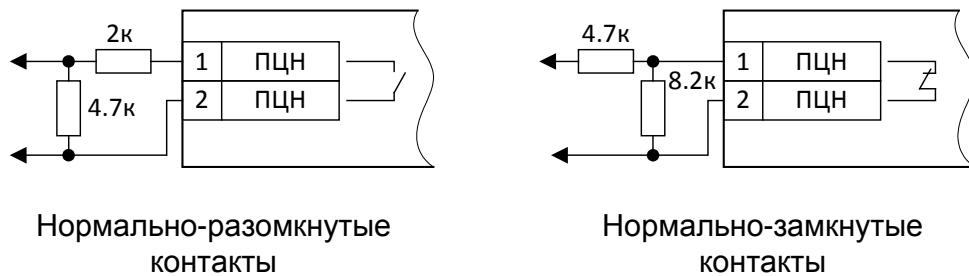

Рисунок 6. Схемы включения релейных выходов ППКП/ППКОП в ШС
- a) К клеммам «+ШС1–»...«+ШС4–» подключить шлейфы сигнализации с включёнными в них релейными выходами ППКП/ППКОП (рис. 6). Если ШС не используется, то